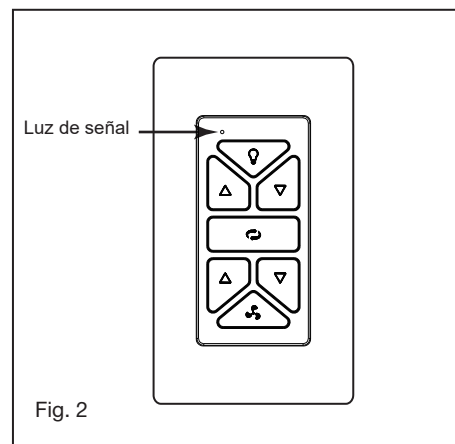

Fig. 2
Retire los tornillos y saque la placa de vidrio de la cubierta de la luz (Fig. 2), luego fije la cubierta de metal a la cubierta de la luz B y la cubierta de la luz A con los tornillos provistos. (Fig. 3)
- 6 Luz de señal (Fig.2)